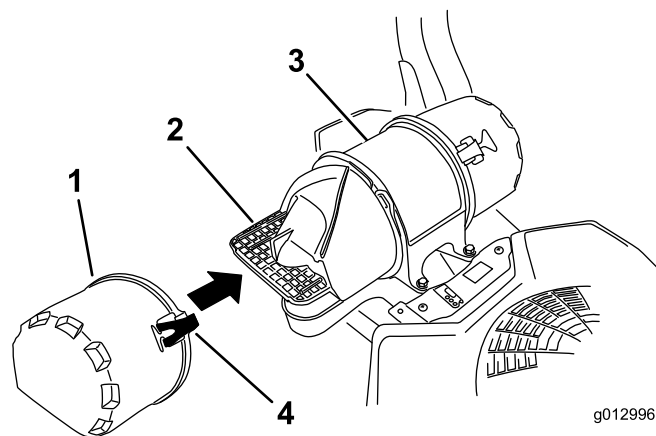

Figure 28
3. Déverrouillez le filtre à air et détachez le couvercle du boîtier du filtre (Figure 28).
5. Reposez le couvercle d'entrée d'air et fixez-le avec les verrous (Figure 28).
- Remettez en place et verrouillez le couvercle du filtre à air (Figure 28).